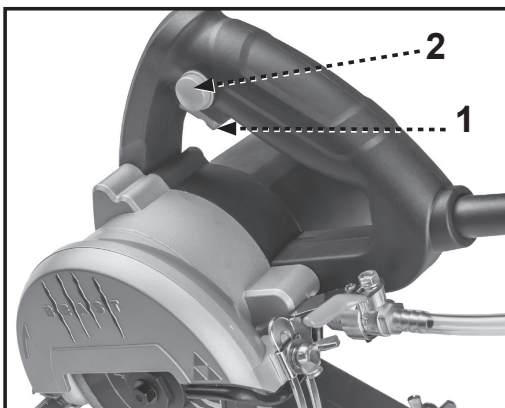

FIGURE 9
4. Voir la fig. 9. Pour mettre en marche le moteur, serrez le commutateur de déclenchement (1)